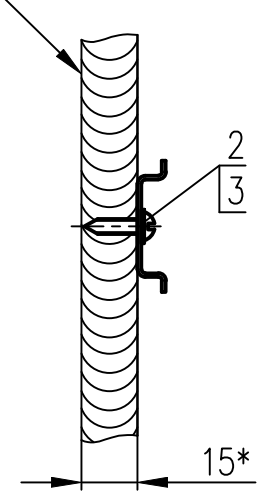

Рис. 5
- по рис. 5 в текстолитовой стене выполнить 2 отв. $\varnothing 4,2$ мм;